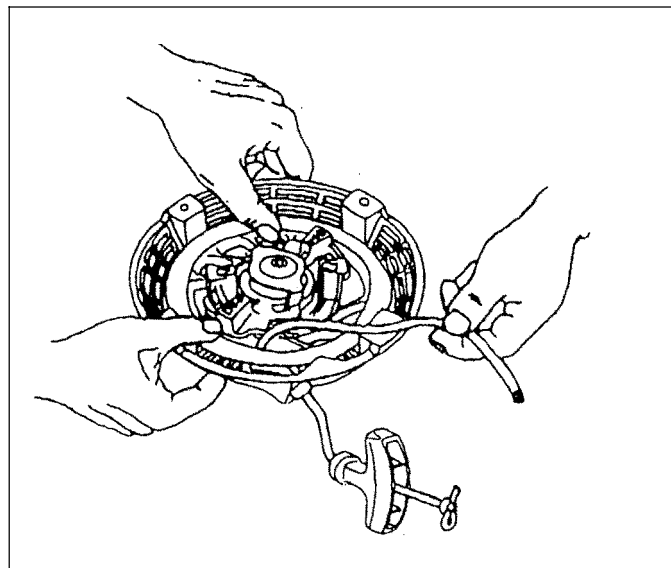

Рис. 10-10
- (1) Освободить спиральную пружину, для этого:
- 3: застопорить катушку большими пальцами обеих рук, чтобы шнур не смотался на нее обратно (см. рис. 10-10)